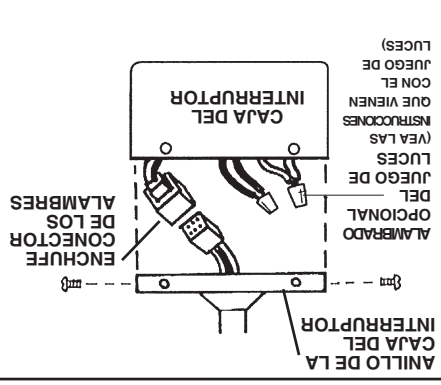

FIG. 17
**Paso 1.** Saque los tornillos del anillo de la caja del interruptor. Mientras sostiene la caja del interruptor debajo de su ventilador, una los enchufes conectores de los alambres. (Fig. 17) Después empuje la caja del interruptor hacia arriba, hacia el anillo de la caja del interruptor, de tal forma que los agujeros queden alineados. Vuelva a poner los tornillos y apriéte los.